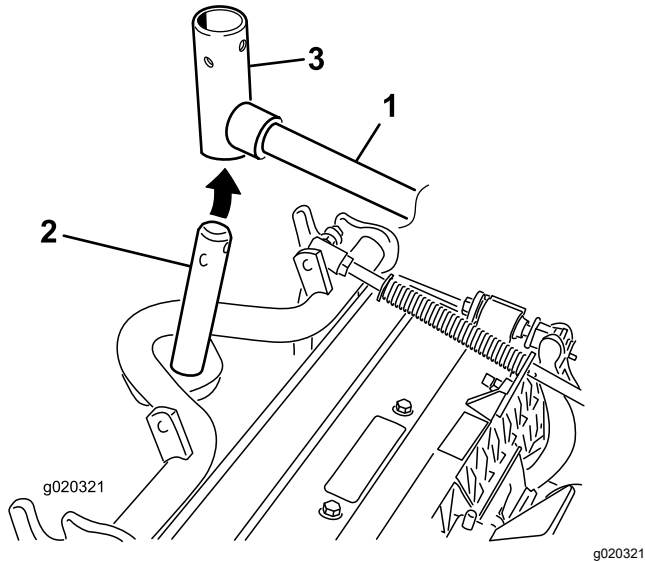

Bild 10
10. Frontmähwerke: Schieben Sie ein Mähwerk unter den Hubarm und schieben Sie gleichzeitig die Trägersrahmenwelle in das Gelenkjoch des Hubarms (**Bild 10**).
- B. Setzen Sie das Hubarmjoch in die Trägersrahmenwelle ein (**Bild 10**).